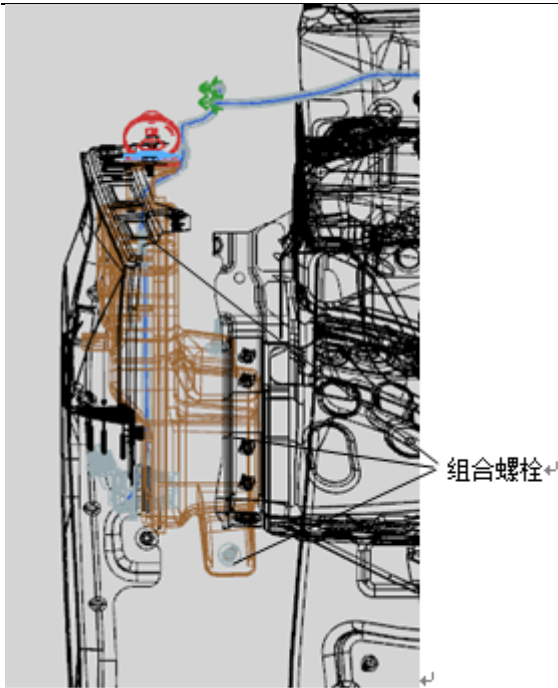

图 4-3-2-1
3) 将壶口固定在流水槽上洗涤壶支架上的组合螺栓拆除，拔出壶颈，如图 4-3-2-1。
4) 卸下其他固定壶体的两个组合螺栓。如图 4-3-2-1